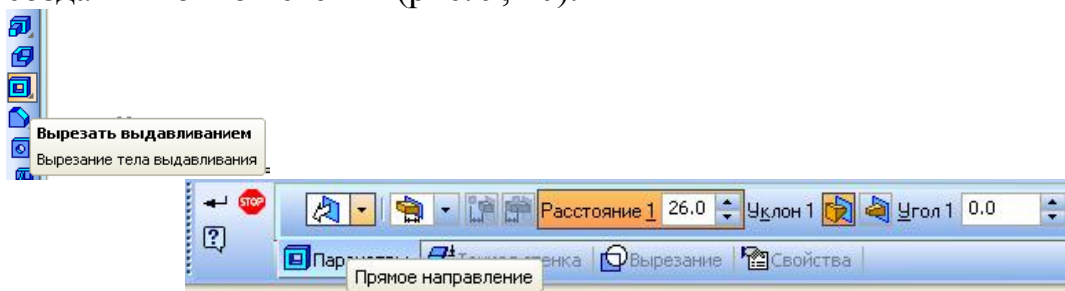

Рис. 9.
12. Закройте эскиз. Нажмите кнопку *Вырезать выдавливанием* на расстояние **26 мм** в прямом направлении, обратить внимание на отказ от создания тонкой стенки (рис. 9, 10).